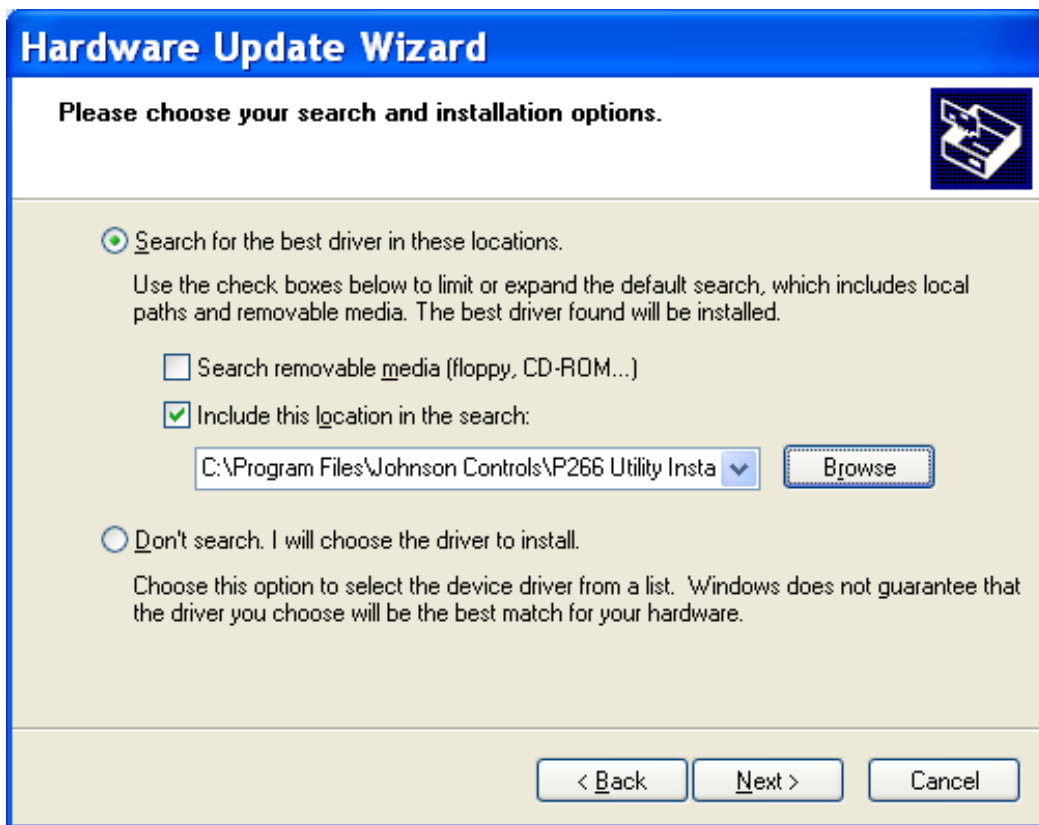

Figure 58 : Options de recherche et d'installation
6. À ce stade, un écran similaire à celui illustré en Figure 58 doit apparaître. Le chemin d'accès comprend soit le dossier 32 bits, soit le dossier 64 bits sélectionné précédemment. Cliquez sur **Next** (Suivant) pour continuer.